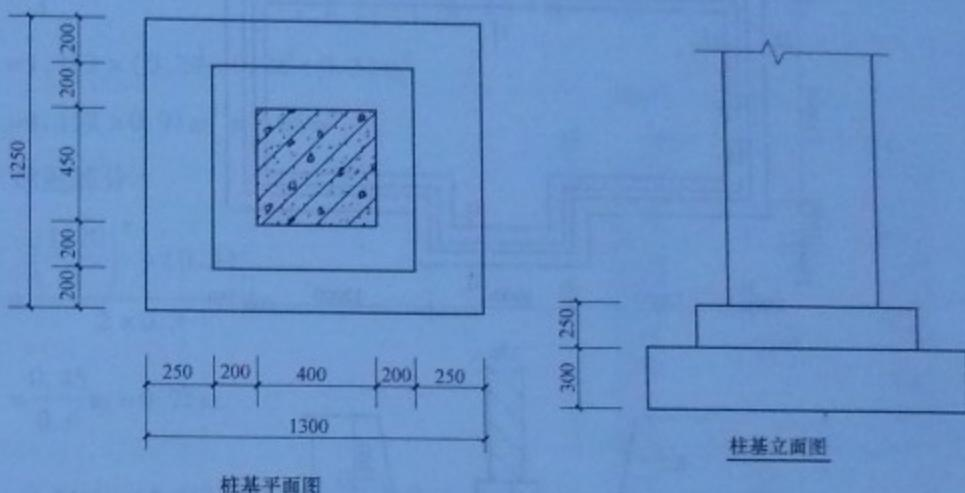

图 1-13 柱基示意图
**【例 1-13】** 如图 1-13 所示, 现场土质为三类土, 柱混凝土基础底标高为 -2.00m, 设计室外地坪为 -0.30m, 计算人工挖地坑工程量。